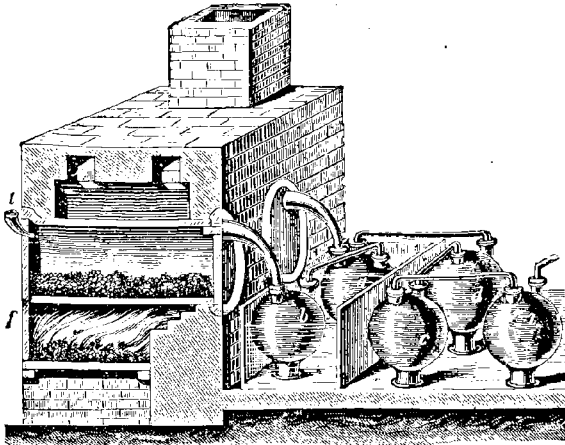

Fig. 27. Fabrication industrielle de l'acide azotique.
**PRÉPARATION INDUSTRIELLE.** — L'industrie le prépare en grand, mais en remplaçant l'azotate de potasse par l'azotate de soude qui est moins cher. De plus les vapeurs arrivent dans des bonbonnes contenant de l'eau (fig. 27), ce qui fait que l'acide du commerce est moins énergique que celui des laboratoires et qu'il marque plus ou moins de degrés à